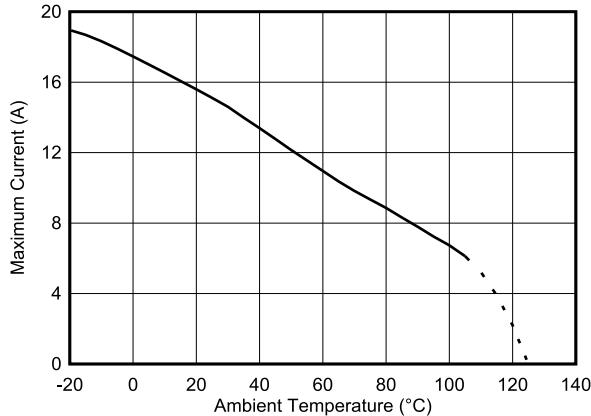

图 6-3. 最大分流电流与温度间的关系
(1) 包括焊接和器件寿命变化。 不包括分流器中的漂移；请参阅“负载寿命”规格以了解分流器老化漂移。
(2) 取决于振荡器精度和偏移
(3) 有关其他电流限制，请参阅图 6-3
器件耗散的功率会限制器件可以安全处理的最大电流。为器件供电的电流很小，因此主要热源是流经内部分流电阻器的电流。图 6-3 中所示的最大安全工作电流电平旨在确保封装中产生的热量受到限制，以及使器件的内部结温不超过 125°C 。该数据是在评估模块上收集的，该评估模块使用一个 2 层电路板，其中 INA700 IN+ 和 IN- 引脚具有 1oz 铜电源平面。